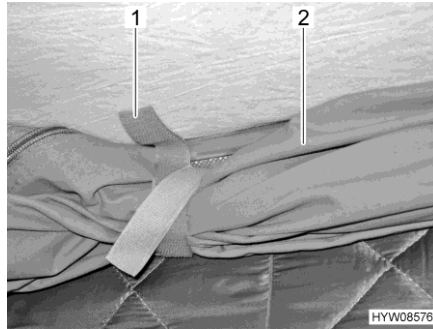

Bild 55 Hållare
- Lossa hållaren (Bild 55, 1) på den upprullade tältduken (Bild 55, 2).
- Rulla in tältduken (Bild 55,2) och säkra med hållarremmen (Bild 55,1).